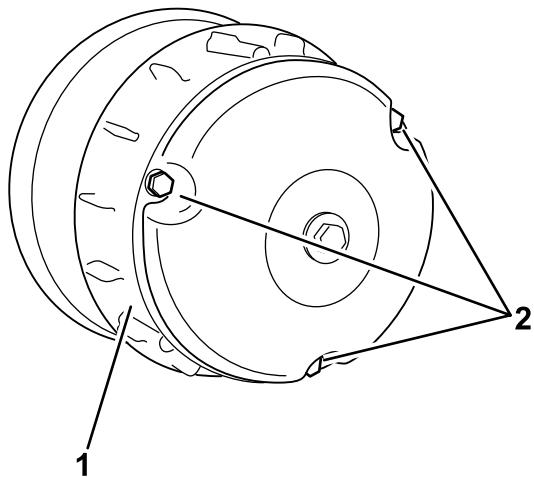

Figura 63
- Retire los 3 pernos que sujetan la cubierta al embrague, y retire la cubierta (Figura 63).
4. Instale la cubierta del embrague, fijándola con los 3 pernos (Figura 63) que retiró en 2.